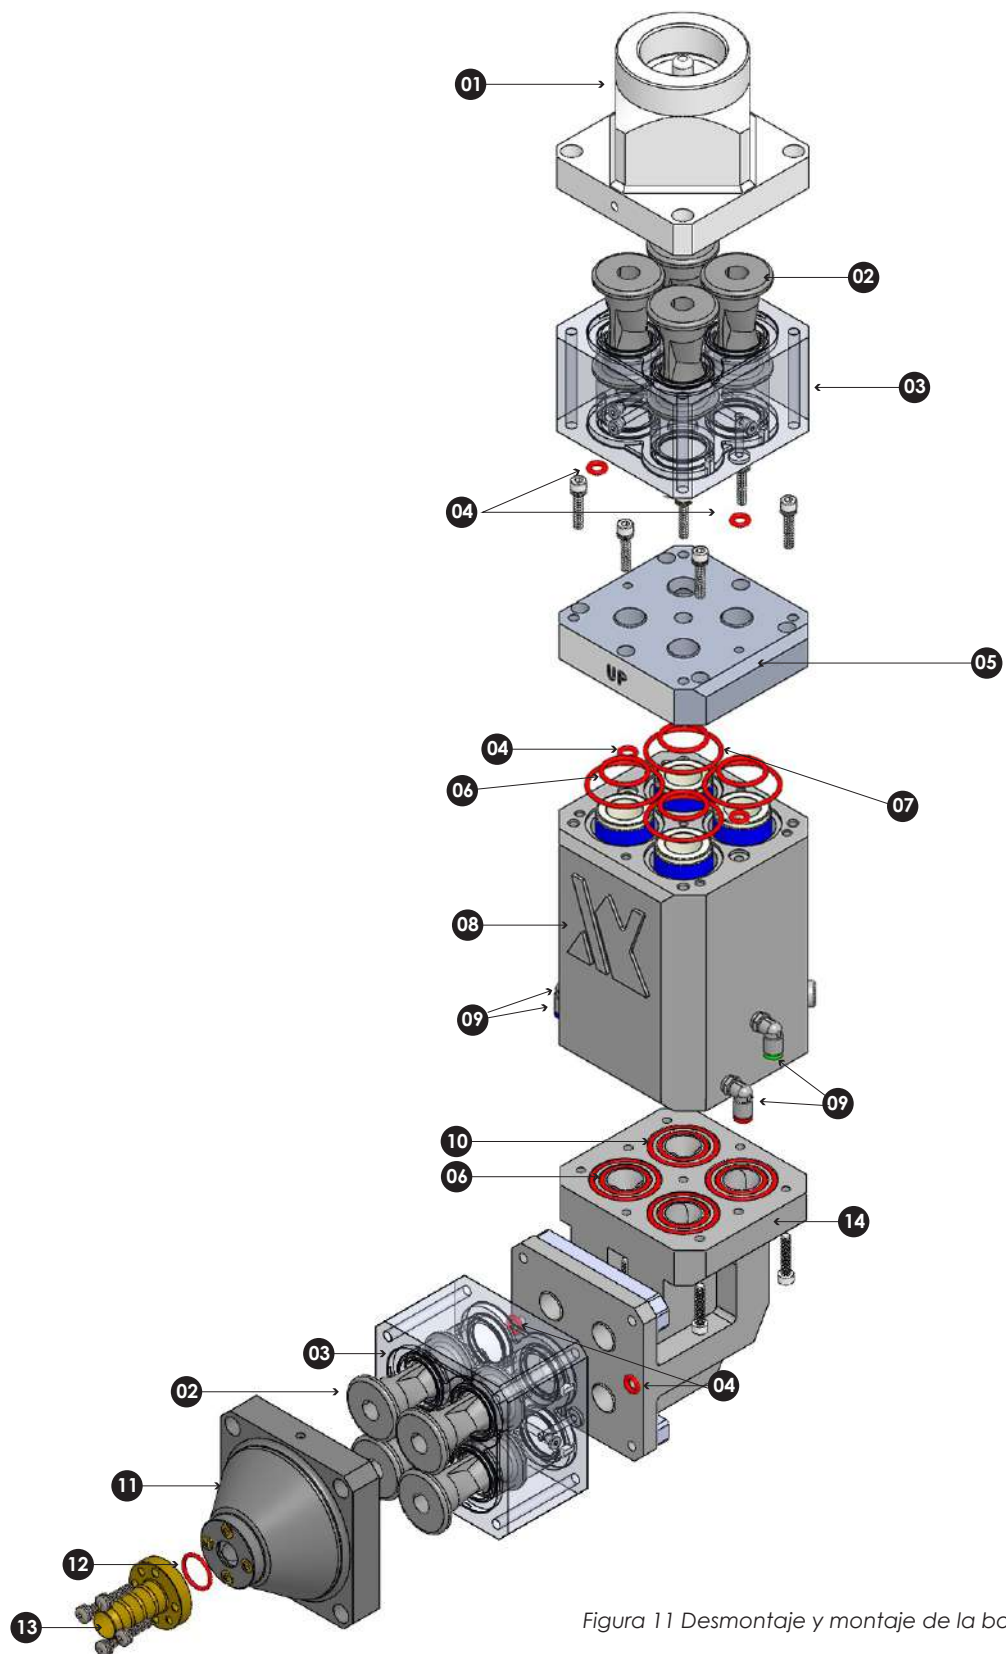

Figura 11 Desmontaje y montaje de la bomba
6. Ver Figura 11. Comenzando con la fluidización tubos, desmonte la bomba como se muestra.